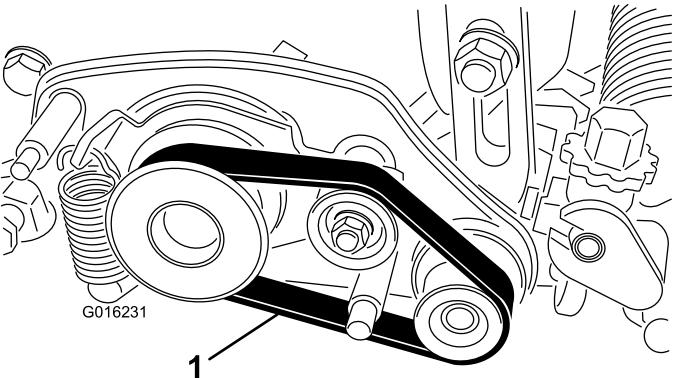

Bild 30
2. Nehmen Sie den Riemen von der Antriebsscheibe, der Spannscheibe und der angetriebenen Riemenscheibe ab (Bild 30).